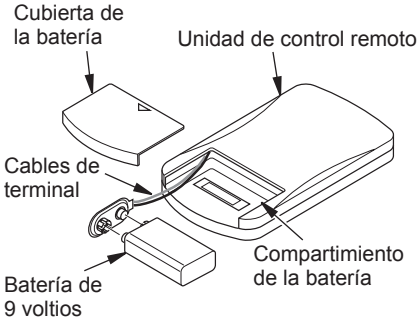

Figura 40 - Instalación de la batería en la unidad de control remoto de mano
1. Retire la cubierta de la batería de la parte posterior de la unidad de control remoto (consulte la figura 40).